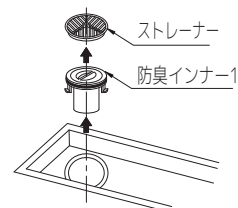
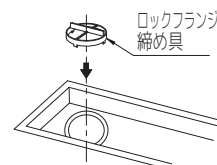

図3
図4
- ③ストレーナーと防臭インナー1を取り出して（図3）、付属の締め付け具にてロックフランジと排水トラップ本体を締め付けてください（図4）。
- ④上フタを排水ユニット本体にセットしてからモルタルで固定、もしくは、アンカー材溶接にて固定してください。
(3) 床仕上げ